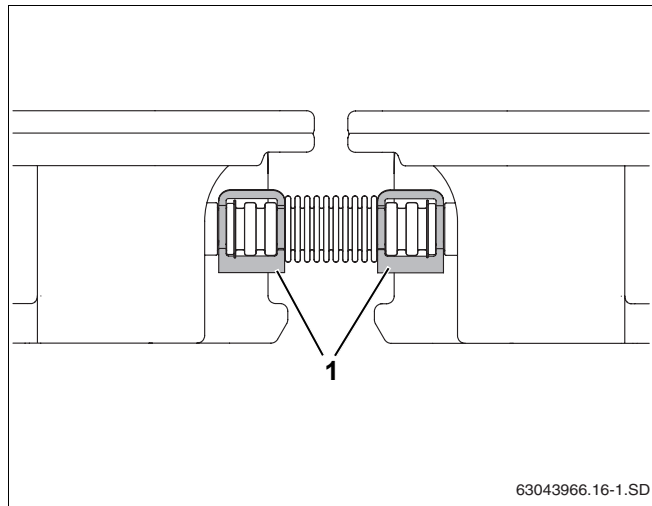

Рис. 50 Крепление гофрированной трубы зажимами
- Закрепите каждую торцевую крышку одним зажимом, а каждую гофрированную трубу двумя зажимами (рис. 50, поз. 1).